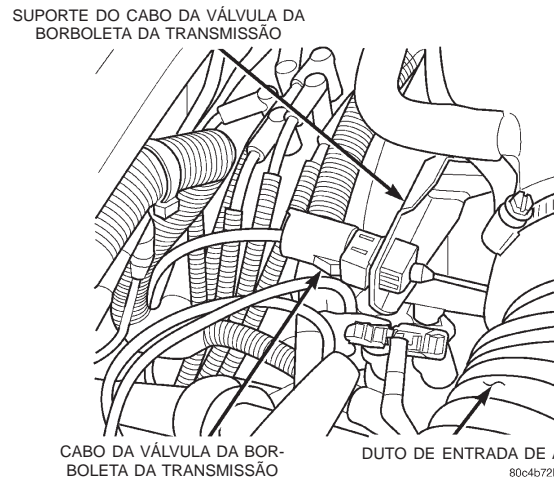

Fig. 47A Remoção/Instalação do Cabo da Válvula da Borboleta
- (1) Desconecte o cabo negativo da bateria.
- (2) Remova o conjunto do filtro de ar.
- (3) Remova a vareta de medição de óleo do motor.
- (4) Desligue a tampa do distribuidor e afaste-a do capô.
- (5) Remova o defletor de ar da ventoinha. Consulte "SISTEMA DE ARREFECIMENTO".
(6) Desconecte da carcaça da borboleta e do suporte de montagem, o cabo da válvula da borboleta (Fig. 47A).
(7) Levante o veículo.
(8) Drene o óleo do motor.
(9) Remova o cano de escapamento dos coletores de escapamento.
(10) Remova os parafusos passadores do isolador da montagem do motor.
(11) Levante o motor pelo caminho do cárter de óleo, usando um bloco de madeira entre o macaco e o cárter de óleo.
(12) Quando o motor estiver suficientemente alto, coloque os parafusos passadores na montagem nos pontos de fixação da montagem do motor, nos suportes da estrutura.
(13) Abaixar o motor, de forma que as montagens do motor repousem sobre os parafusos de substituição colocados nos suportes de estrutura da montagem do motor.
(8) Instale o bujão de drenagem. Aperte os parafusos com um torque de 34 N·m (25 pés-lb.).
(9) Abaixar a transmissão por sobre a barra transversal.
(10) Instale os parafusos de montagem do coxim traseiro. Aperte os parafusos com um torque de 28 N·m (250 pol.-lb.).
(12) Remova os parafusos passadores dos suportes da estrutura e abaixe o motor. Instale os parafusos passadores no isolador da montagem e aperte com um torque de 95 N·m (70 pés-lb.).
(13) Instale o motor de arranque.
(14) Instale a tampa de inspeção do conversor de torque da transmissão.
(15) Instale as braçadeiras que prendem a transmissão ao motor.
(16) Instale o cano do escapamento.
(17) Abaixar o veículo.
(18) Posicione o cabo da válvula da borboleta no suporte, em seguida fixe-o à carcaça da borboleta (Fig. 47A)
(19) Conecte a tampa do distribuidor.
(20) Instale a vareta de medição.
(21) Instale o defletor de ar da ventoinha.
(22) Instale o conjunto do filtro de ar.
(23) Conecte o cabo negativo à bateria.
(24) Abasteça o cárter da manivela com óleo até o nível correto.